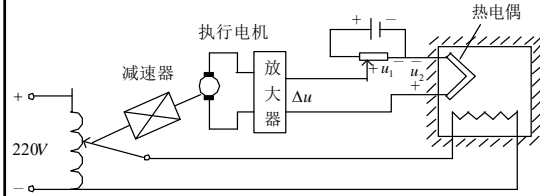

图1.2 自动控制电加热炉
- **整定元件**：也称给定元件，给出被控量应取值：图1.2系统中的电位器。